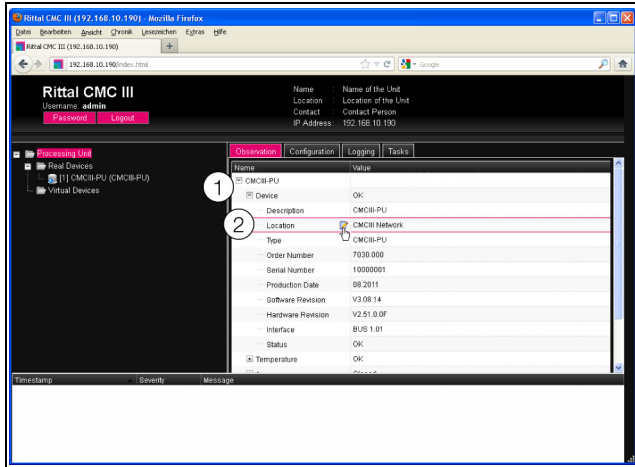

Abb. 32: Auswahl eines einzelnen Parameters
- Klappen Sie nacheinander die Einträge „CMCIII-PU“ und „Device“ aus, indem Sie auf das „Plus“-Zeichen vor dem Eintrag klicken (Abb. 32, Pos. 1).
- Setzen Sie den Mauszeiger an das Ende der ersten Spalte in der Zeile „Location“ (Abb. 32, Pos. 2). Es erscheint ein „Edit“-Symbol und der Mauszeiger ändert sich in ein „Hand“-Symbol.